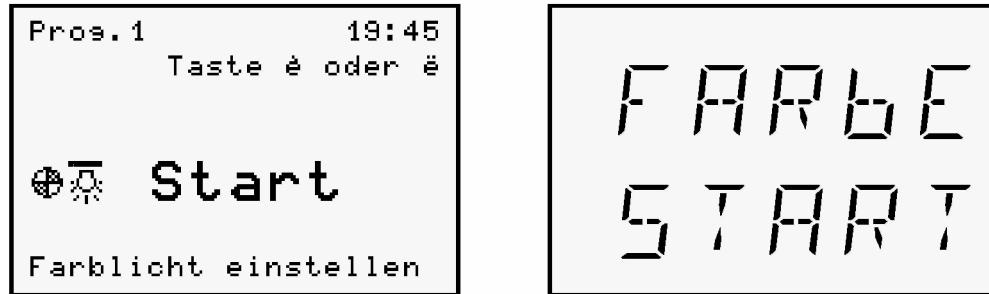

Рис. 13. Страница «Farblicht Start» («Включение цветного освещения»)
7. Выйти из меню с помощью клавиши . Откроется страница «Farblicht Start» («Включение цветного освещения», рис. 13).